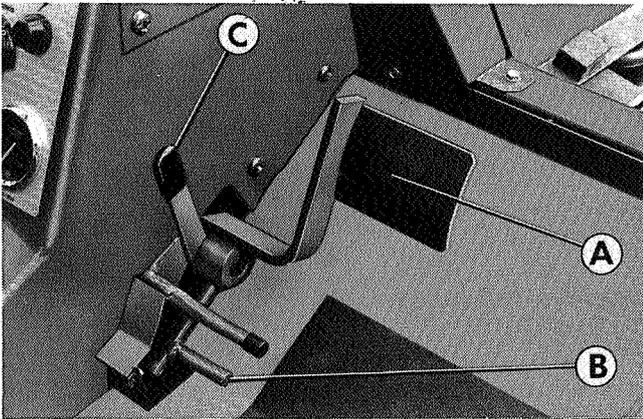

Fig.22
2. Ensure that the pedal control lever (C Fig.22) is in the forward position.
2. Darauf achten, daß der Pedalhebel (C Abb.22) nach vorne gelegt ist.
2. Assurez-vous que le levier de commande de la pédale (C Fig.22) soit en position avant.
2. Zorg ervoor dat de pedaalhendel (C Afb.22) in de voorwaartse stand staat.